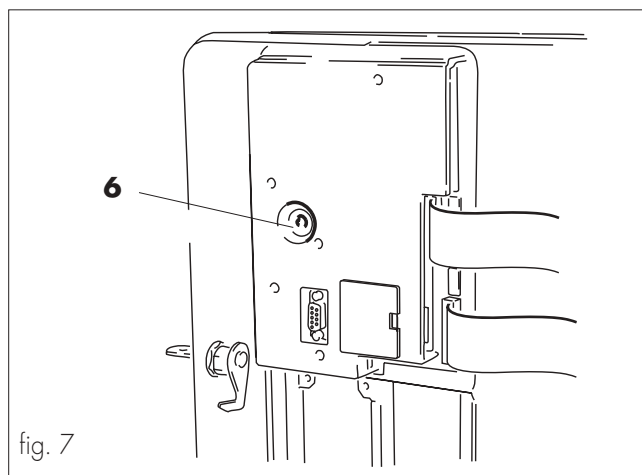

fig. 7
Tecla de reset (ref. 6, fig. 7)